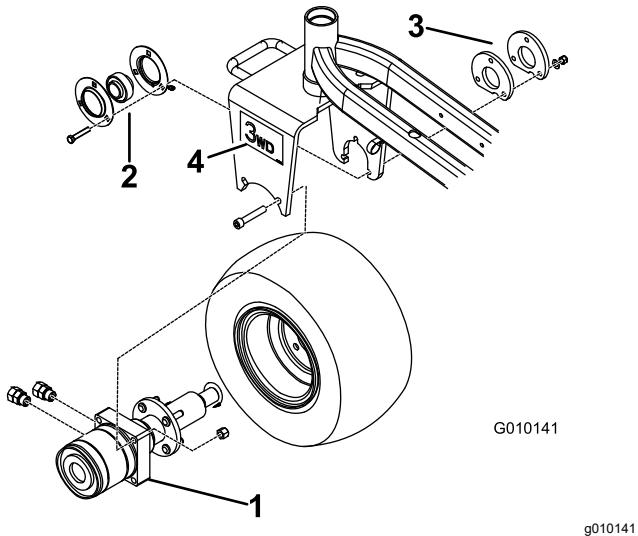

Figura 2
1. Retire o bocal de lubrificação do novo motor e conjunto do hub (Figura 2).
4. Insira as flangetas e o rolamento na extremidade do veio do motor como se mostra na Figura 2.
3. Espaçador (2)
4. Autocolante (2)
5. Monte as duas uniões retas no lado do conjunto do motor (Figura 2).
- Nota:** Assegure-se de que as portas no motor estão viradas para trás (Figura 2).
7. Instale sem apertar o motor no lado da forquilha da roda giratória com 2 parafusos de cabeça flangeada e 2 porcas (Figura 2).
Nota: Os bocais de lubrificação têm de estar virados para baixo na flangeta (Figura 2).
15. Aplique um autocolante em cada lado da forquilha da roda giratória (Figura 2).